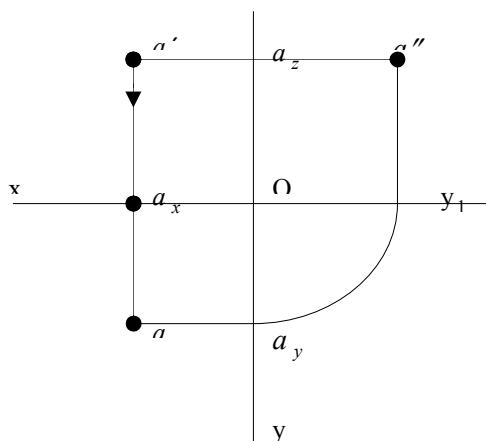

Рис. 4
- Для получения *комплексного чертежа точки A* плоскости H и W совмещают с плоскостью V , вращая их вокруг осей ox и oz . Комплексный чертеж точки A показан на рис. 4.
- 1) из начала координат O проводят вспомогательную дугу радиусом Oa_y равным координате y_A (рис.4);